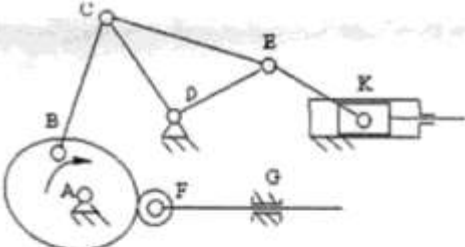

图 1
2. 计算如图 1 所示平面机构的自由度，并指明其中包含的特殊情况（如：局部自由度，虚约束，复合铰链）（20 分）